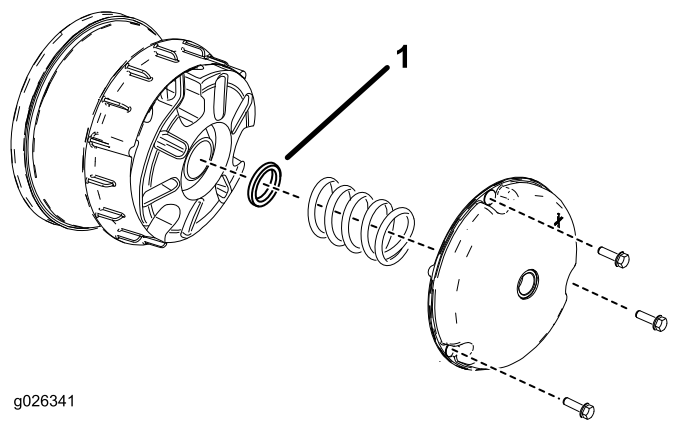

Figure 61
2. Retirez les boulons qui fixent le couvercle de l'embrayage primaire, comme montré à la Figure 61.